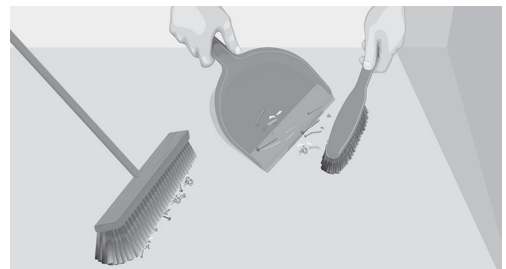

Abb. 3. Reinigung des Bodens vor der Verlegung
5. Reinigen Sie den Unterboden (Abb. 3). Achten Sie darauf, alle vorstehenden Nägel, Schrauben und ähnliche Gegenstände zu entfernen. Reinigen Sie den Boden und entfernen Sie alle losen Ablagerungen, Staub und Schmutz.